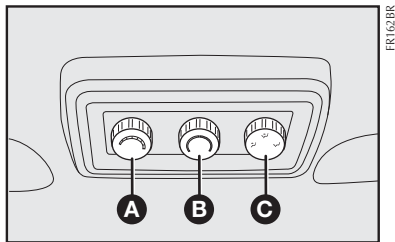

fig. 95
Pressionar o botão lock **REAR**  do climatizador de três zonas para que se acenda o símbolo **LOCK** no botão do painel traseiro **fig. 95**. A temperatura traseira e o fornecimento de ar são controlados pelo climatizador de três zonas.
2. Gire os botões do Ventilador Traseiro **A-fig. 95**, Temperatura Traseira **B-fig. 95** e Controle de distribuição do ar traseiro **C-fig. 95** de acordo com as suas necessidades de conforto.
O botão de controle do ventilador traseiro **A-fig. 95** pode ser configurado manualmente para a posição desligado ou qualquer outra velocidade fixa, girando o botão de baixa até alta velocidade. Isto permite que os ocupantes do banco traseiro controlem o volume de ar circulando na traseira do veículo.
Para alterar a temperatura na traseira do veículo, gire o botão de temperatura **B-fig. 95** no sentido anti-horário para baixar a temperatura e no sentido horário para aumentar a temperatura. As configurações de temperatura traseira são exibidas na parte de cima do painel frontal do climatizador.